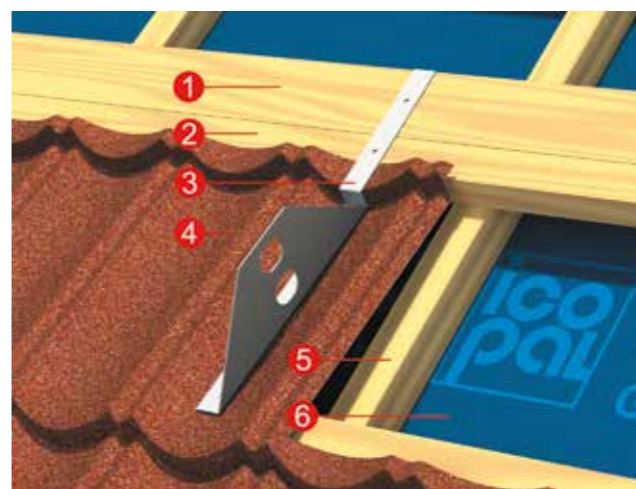

Рисунок 45
5.13.1 В местах крепления опор снегозадержателей при монтаже шаговой обрешетки монтируются дополнительные бруски сечением 40x70 мм. (Рисунок 45).